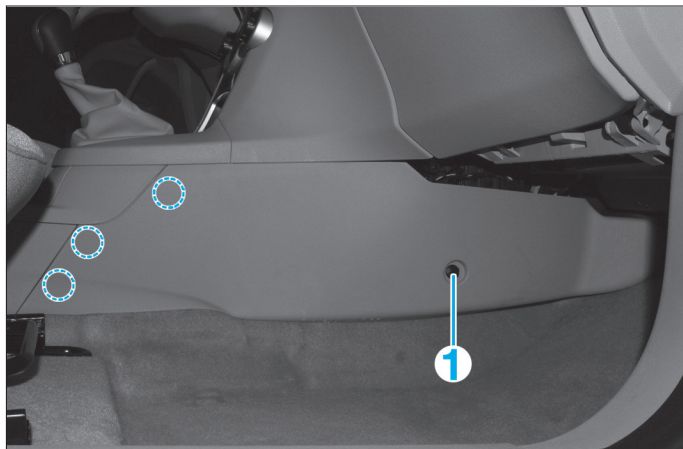

Fig. 36
- Dans l'habitacle, côté droit (Fig.36) :
- déposer l'agrafe (1),